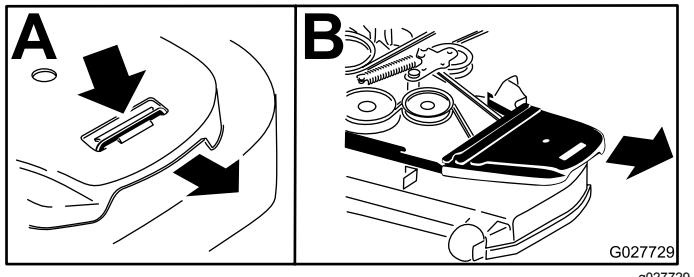

Figura 85
6. Rimuovete i copringhia e i relativi bulloni (Figura 85).